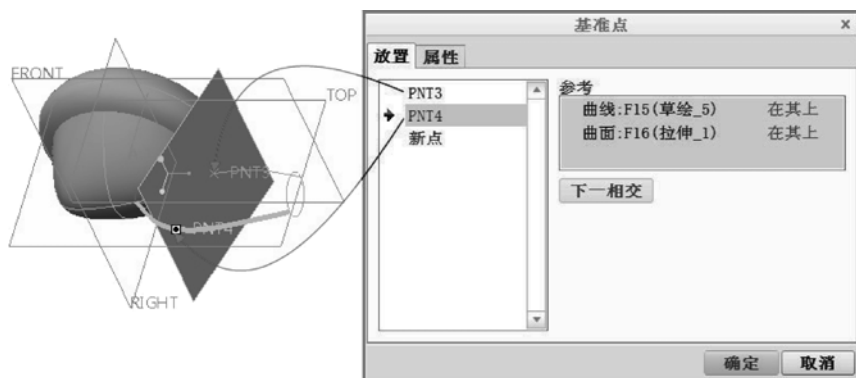

图 13-129 创建两个基准点
- ① 单击“基准点”按钮 ，弹出“基准点”对话框。
- ② 分别选择相交的曲线参照和曲面参照来创建基准点，一共创建两个基准点，即 PNT3 和 PNT4，如图 13-129 所示。
- ③ 在“基准点”对话框中单击“确定”按钮。
- ① 单击“草绘”按钮 ，弹出“草绘”对话框。